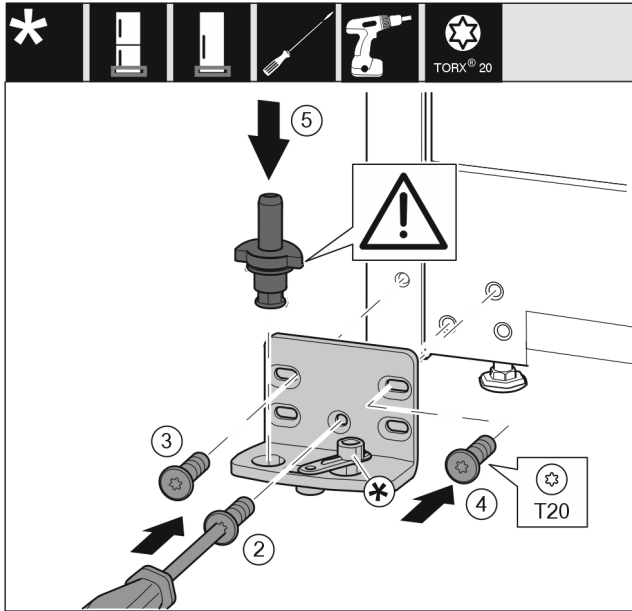

Fig. 11
- ▶ 将托架安装到另一侧，并借助 T20 螺丝刀旋紧。用螺钉 2 从底部的中心开始。 Fig. 11 (2)
- ▶ 拧紧螺钉 3 和 4。 Fig. 11 (3,4)
- ▶ 将轴承螺栓完全装入。同时注意止动凸轮需指向后方。 Fig. 11 (5)